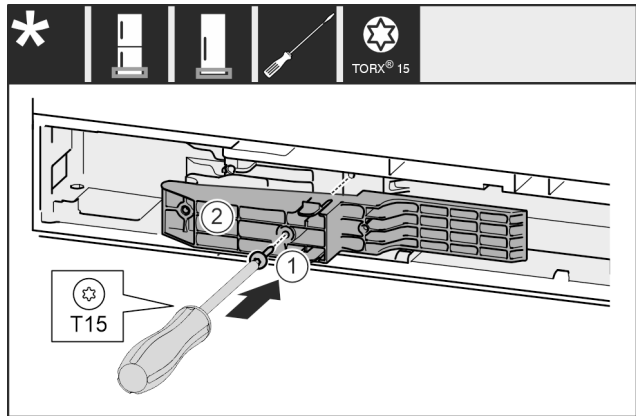

Fig. 67\*
- ▶ Вставьте деталь адаптера Fig. 67 (1) в выемку на стороне ручки.\*
- ▶ Затяните винт Fig. 67 (2) отверткой.\*